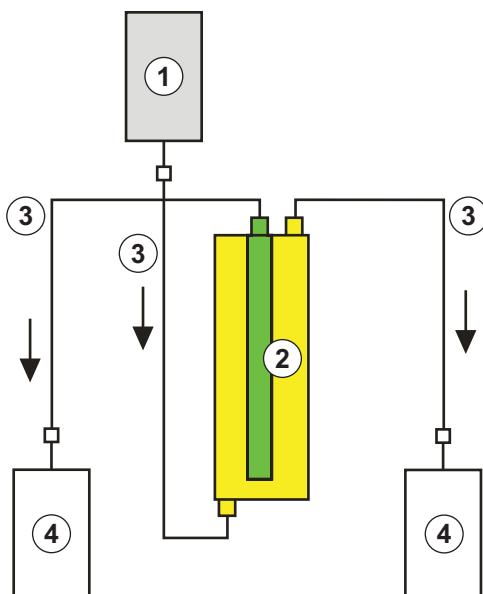

Рис. 9-9 Установка для промывки фильтра преципитата
Материалы: см. условные обозначения к Рис. 9-9
2. Подключить оставшиеся соединительные линии и сливные мешки, как показано на Рис. 9-9, к верхнему отверстию фильтра со стороны преципитата, и зажать магистраль со стороны плазмы.